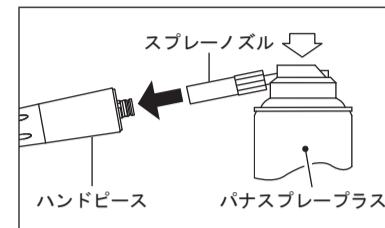

図8
- 3) スプレーノズルをハンドピース後部へ挿し込み、ハンドピースを押さえて、ハンドピース先端よりオイルが出るまで2~3秒スプレーします。注油は先端から異物等の汚れが出なくなるまで繰り返し行います。(図8)